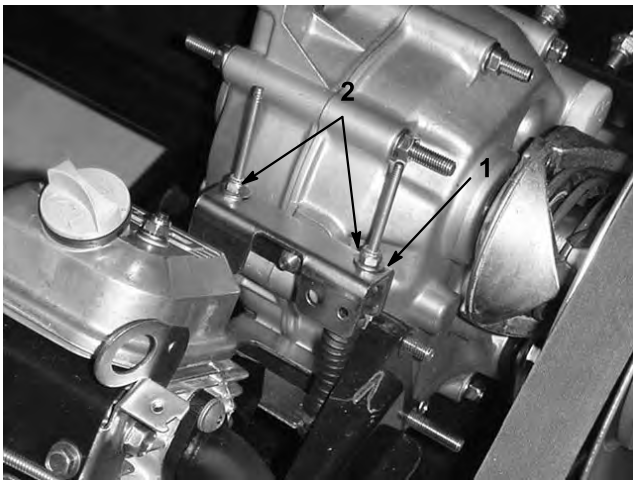

Bild 40
Wenn Sie regelmäßige Wartungsarbeiten und/oder eine Motordiagnostik durchführen, müssen Sie die Antriebsachse zunächst in den Leerlauf schalten (Bild 40). Der Schalthebel weist eine Leerlaufstellung auf, die den Leerlauf der Antriebsachse bestimmt. Treffen Sie die folgenden Maßnahmen, um sicherzustellen, dass der Schalthebel in der Leerlaufstellung die Antriebsachse auch richtig auf Leerlauf schaltet:
2. Achten Sie darauf, dass die Leerlaufhalterung in der Leerlauf-Stellung (Hebel) ist. Drehen Sie hierfür die Antriebskupplung (Bild 40). Das Fahrzeug sollte nicht vorwärts- oder rückwärtsrollen. Wenn sich das Fahrzeug bewegen lässt, schieben Sie die Leerlaufhalterung in die Leerlauf-Stellung.
3. Ziehen Sie eine der Sicherungsmuttern (Bild 40) nur so weit fest, dass das Spiel aus dem Schaltzug entfernt wird.